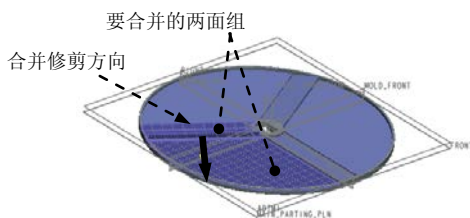

图 5.22 定义合并方向
- (1) 按住 Ctrl 键, 选取图 5.22 所示的两个面组为合并对象。
- (2) 单击 **分型面** 操控板中  区域的  按钮, 此时系统弹出“合并”操控板。
- (3) 定义合并修剪的方向, 调整合并方向, 如图 5.22 所示。
(4) 在“合并”操控板中单击 按钮。